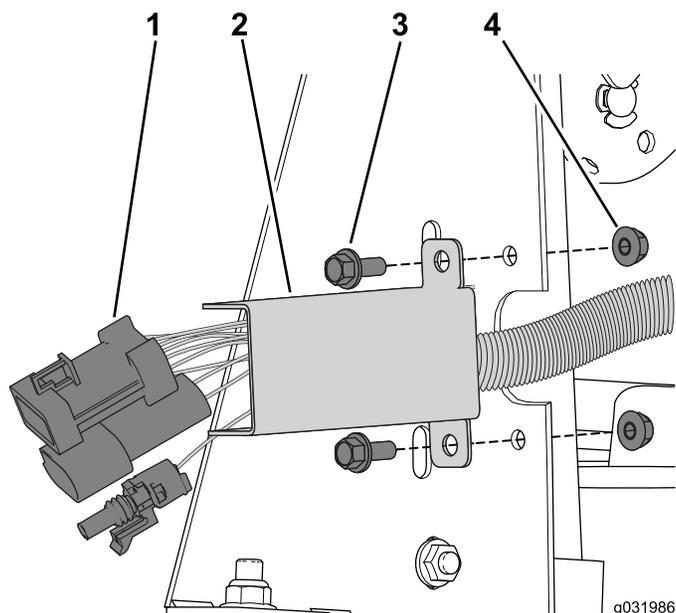

Figure 57
2. Maintenez le faisceau dans la découpe en fixant la protection de câblage au cadre latéral à l'aide des 2 boulons à embase et des contre-écrous (Figure 57).